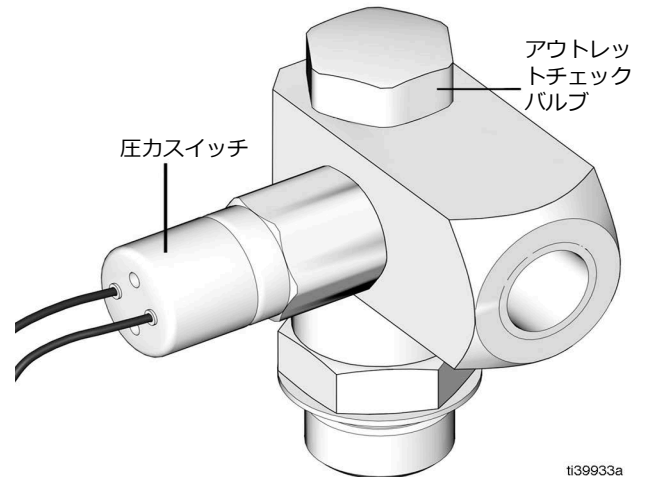

図 7
圧カスイッチ (C) (**構成部品の識別**、7ページ) は、工場出荷時に 3.24 MPa (32.4 bar、470 psi) に設定されています。システム内の圧力が 3.24 MPa (32.4 bar、470 psi) に達すると、圧カスイッチ (C) が開き、モーターが停止します (図 7)。
ポンプには、標準のアウトレットチェックバルブ (E) が装備されています (**構成部品の識別**、7ページ)。熱開放装置付きチェックバルブが必要な場合は、PN 133097 を購入し、標準のチェックバルブと交換してください (図 7)。